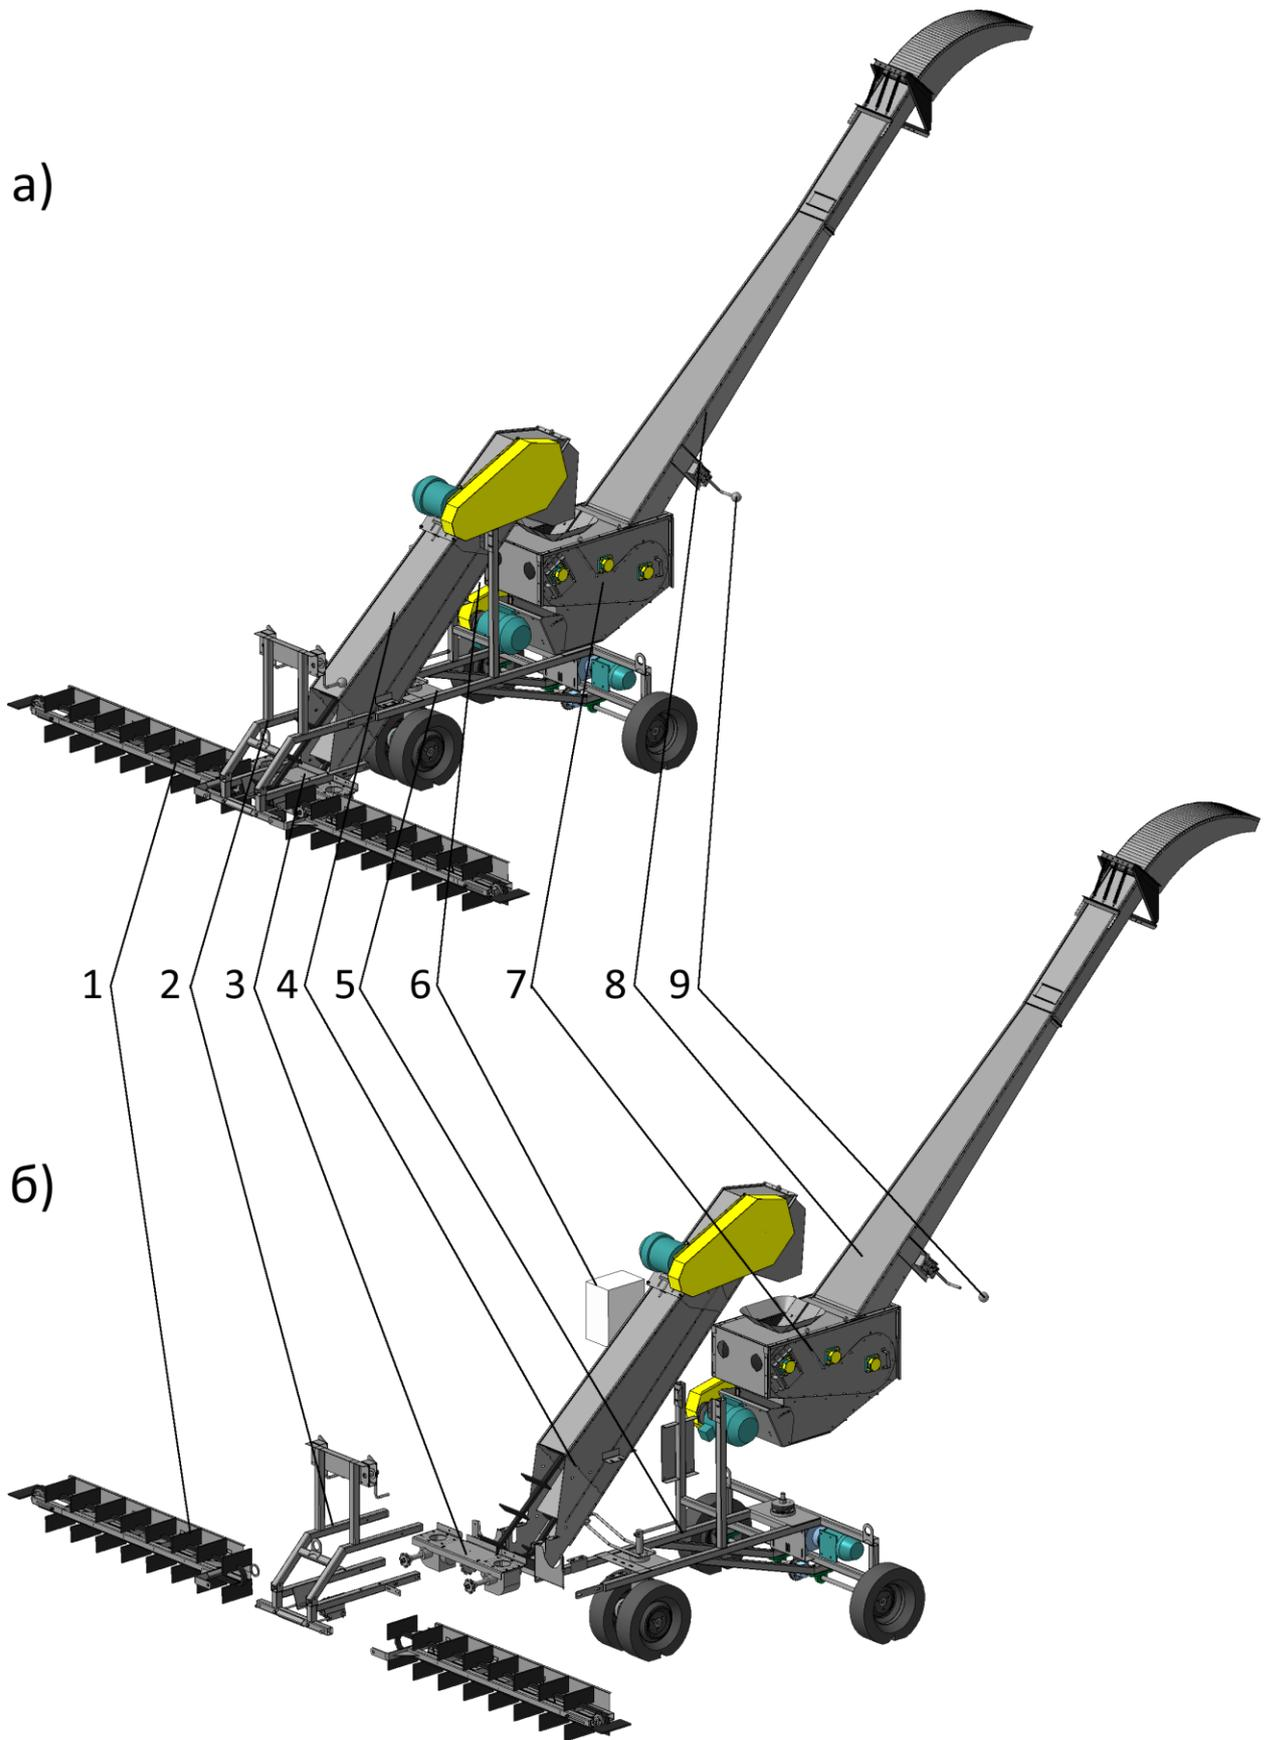

Рис. 1 – Погрузчик А-150РМ:
3.1.1. Компонентная схема Погрузчика приведена на рис.1 стр 6 (стандартные изделия, в т.ч., метизы, скрепляющие отдельные модули Погрузчика, а также цепи приводные, цепи транспортеров, ремни и др., здесь и далее условно не показаны). На опорной раме 5 смонтированы основные компоненты: триммер поворотный 7 с выгрузным лотком, установленным под углом 45°; загрузочный короб 4 с расположенным внутри наклонным скребковым транспортером; к загрузочному коробу 4 в передней (по ходу движения) части смонтированы блок конических редукторов 3 и передняя рама 2; на раме 2 установлены поперечные питатели (скребковые транспортеры) 1; на раме 5 установлен блок (пульт) управления 6.
Поперечные горизонтальные питатели 1 рис.1 скребковыми транспортерами подают зерно с периферии бурта к центру. Продольный (центральный) наклонный скребковый транспортер, проходящий внутри загрузочного короба 5, подает зерно в загрузочное окно триммера 7, откуда оно попадает на ленточный транспортер и затем с большой скоростью выбрасывается наружу. Выгрузной лоток позволяет сузить выходящий зерновой поток и направить его в требуемое место (в транспортное средство или в новый борт). Для непрерывного забора и подачи зерна Погрузчик перемещают в продольном направлении с помощью механизма самохода.